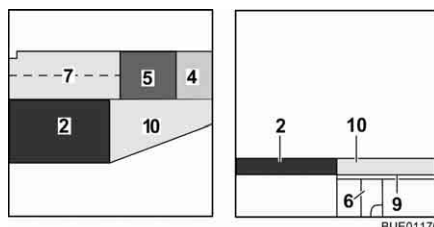

Bild 137 Nach dem Umbau
- Das Sitzpolster (Bild 137,5) in die Mitte legen.
- Das Rückenpolster (Bild 137,4) zwischen das Sitzpolster und die Wand legen.
- Das Zusatzpolster (Bild 137,10) auf die Bettverbreiterung legen.